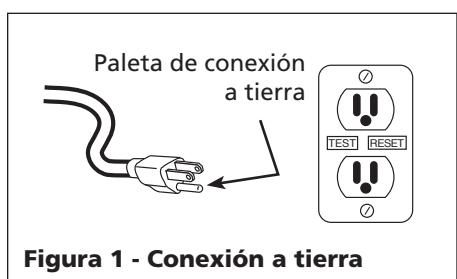

Figura 1 - Conexión a tierra
11. Esta bomba es sólo para usar con 120 voltios (monofásico) y está equipada con un cable de 3 conductores y un enchufe de conexión a tierra de 3 clavijas aprobados, como se muestra en la Figura 1.
Para reducir el riesgo de choque eléctrico, el motor debe asegurarse y conectarse a tierra adecuadamente. Esto se puede lograr conectando el enchufe directamente a un tomacorriente de conexión a tierra para 3 clavijas correctamente instalado y conectado a tierra (vea la Figura 1).